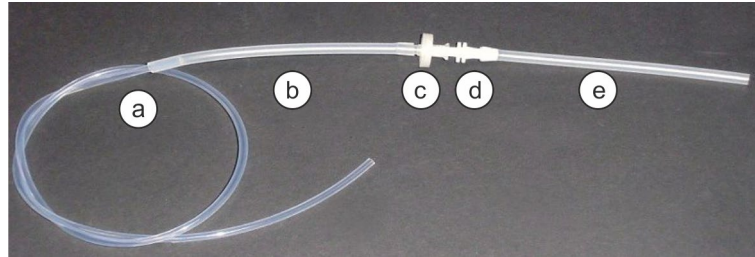

Abb. 20 Set zur Flussüberprüfung
Kleinere Lecks können erkannt werden, wenn durch einen zusätzlichen Gegendruck im System der Kontrollfluss absinkt. Beim Auffinden der Undichtigkeit kann das Set zur Flussüberprüfung helfen, das mit dem compEAct N geliefert wird. Das Set wird wie folgt zusammengesetzt (→ Abb. 20):
- Das freie Ende des Schlauches a (→ Abb. 20) in den FAST-Verbinder stecken.